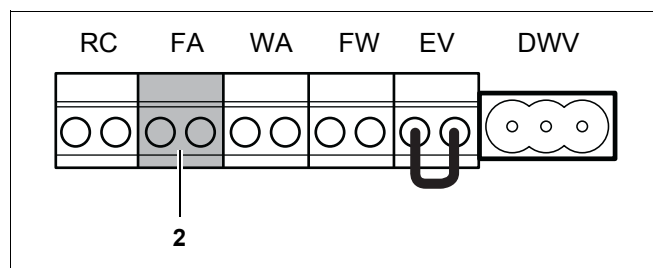

Fig. 31 Regletă – Senzor temperatură exterioară (culoare de racord albastră)
- Racordați senzorul temperaturii exterioare corespunzător la borna albastră FA (Fig. 31, **Poz. 2**). Folosiți pentru aceasta un cablu de curent electric cu doi conductori de 0,4 până la 0,75 mm² fiecare.